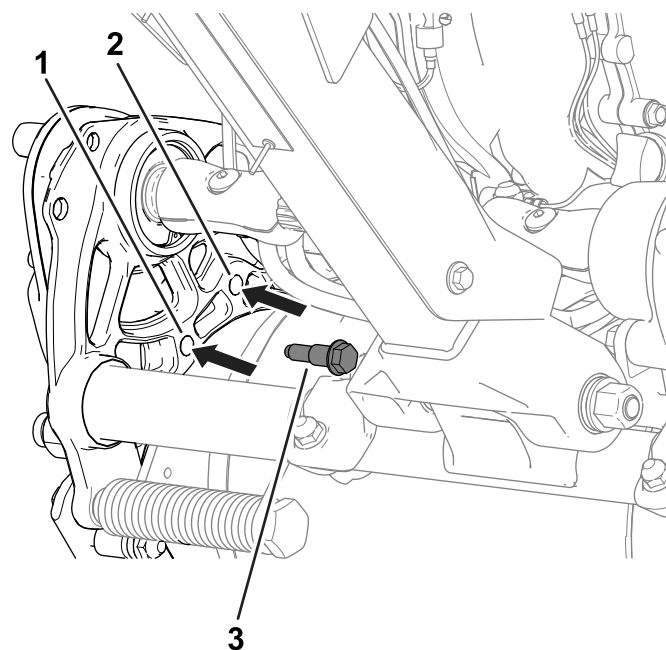

Figura 16
4. Utilice los pernos de cuello largo que retiró anteriormente para fijar la carcasa de la transmisión al chasis (Figura 16).
2. Retire los pernos de cuello largo (Figura 16) a cada lado de la máquina que fijan la carcasa de la transmisión de tambor al chasis.